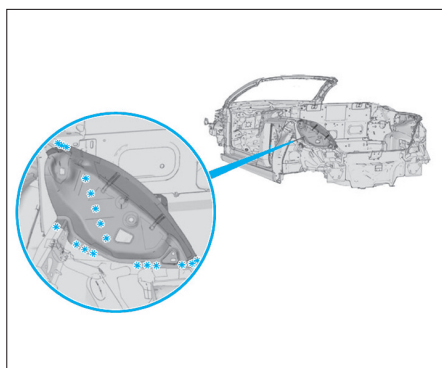

FIG. 91
- Dépointer comme illustré la tôle de feu AR (**Fig.91**).